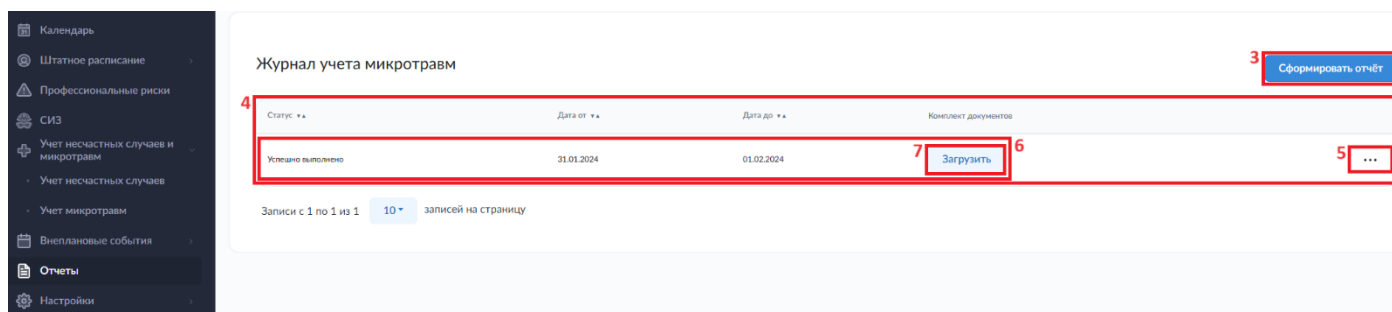
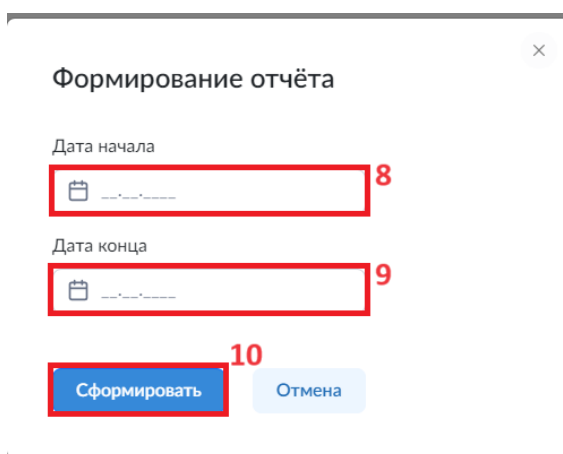

Рисунок 109. Раздел «Отчеты». Подраздел «Учет микротравм».
Рисунок 110. Раздел «Отчеты». Подраздел «Учет микротравм». Всплывающее окно формирования журнала учета микротравм.
В открывшемся окне (рис. 109), для того чтобы сформировать новый журнал необходимо нажать на кнопку «Сформировать отчет» (3); в всплывающем окне (рис. 110) – указать период формирования отчета (8, 9) и нажать на кнопку «Сформировать» (10).